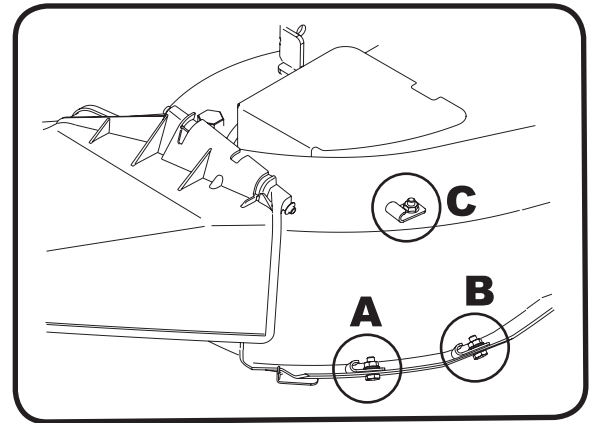

Figura 21
1. En algunos modelos más antiguos, ya hay instalado un broche en la plataforma de corte, junto a la abertura del canal de descarga en la posición A, B o C, según se muestra en la Figura 21. Si éste es el caso, el broche se debe retirar y se debe instalar un pasador para la tolva de recorte de césped.